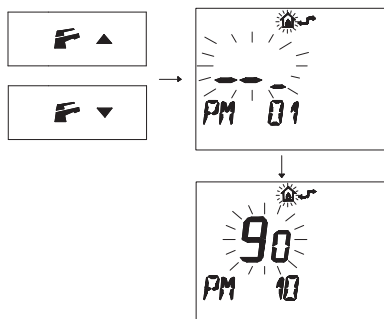

Figura 5.102
- Premere i pulsanti  o  per visualizzare la programmazione "**PM10**" selezione della frequenza di accensione (Figura 5.102).
Nella Figura 5.102 si visualizza un SET programmato di **90** corrispondente ad un tempo di riaccensione di 3 minuti circa. Il campo di regolazioni è da 0 a 8 minuti e mezzo.